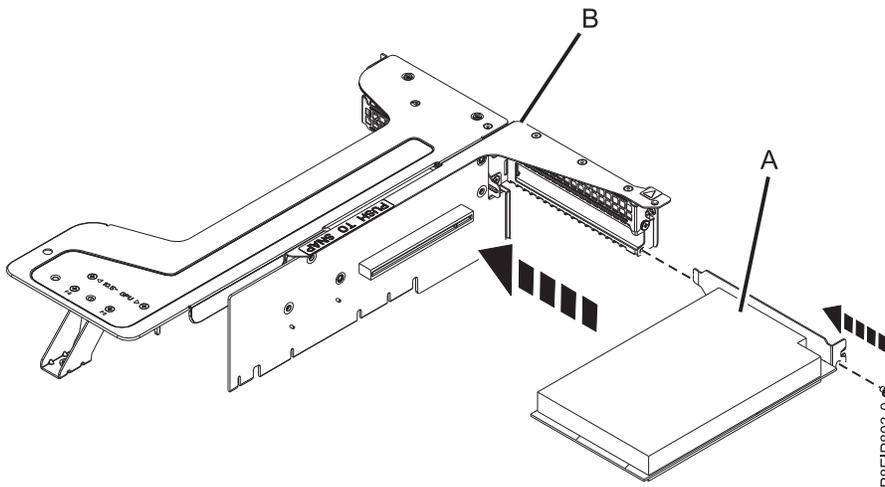

Abbildung 57. Träger für SAS-Superkondensatoren in Position 2 der Riserkarte einsetzen
- h. Wenn Sie über einen Träger für SAS-Superkondensatoren verfügen, setzen Sie diesen Träger (A) in Position 2 der Riserkarte für PCIe-Adapter (B) ein (siehe Abb. 57).